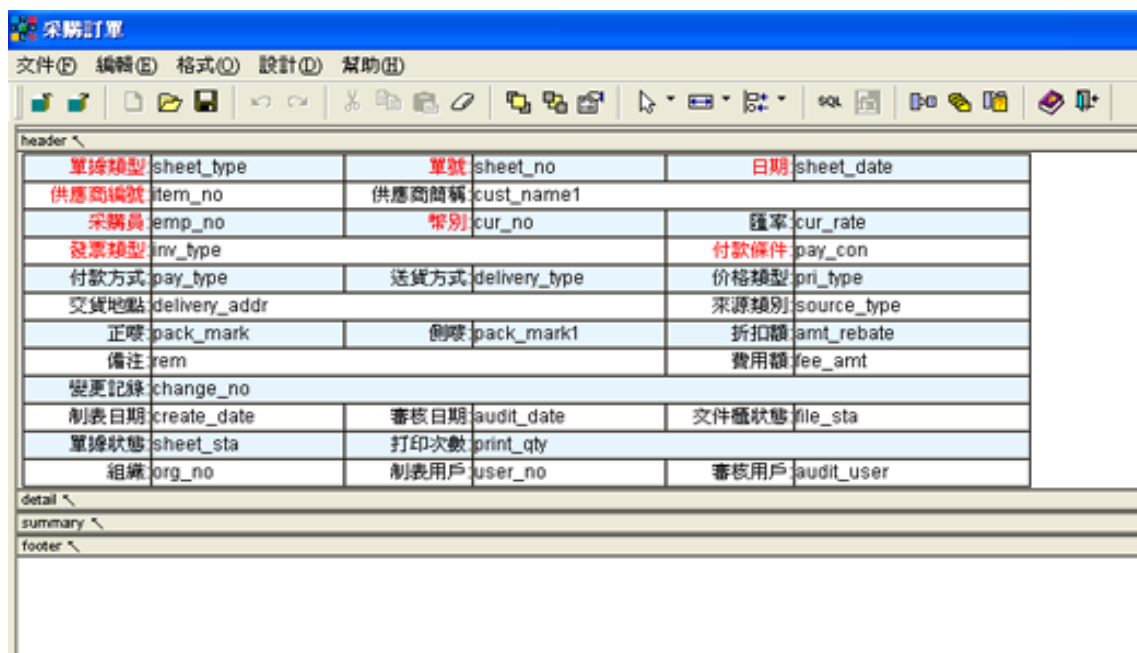
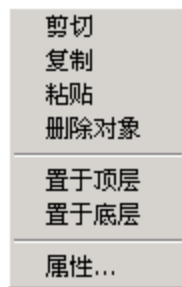
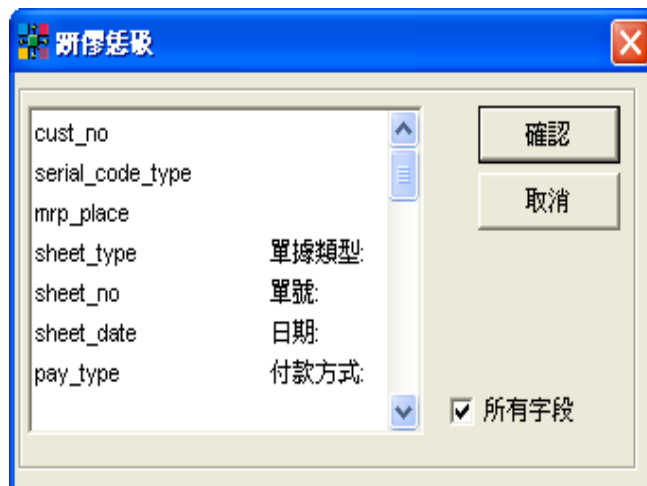

图 60
图 61
图 64
步骤一：开启采购订单录入文件柜并切换到编辑窗口，将光标停留在右上窗口中任意栏位上，再点击菜单项“文件/二次开发”或按 F12，进入数据窗口二次开发窗口（见图 60）
在图 60 中选中“正唛、侧唛”两栏位及其文本字段后，可通过点击菜单项“编辑/删除对象”、点击 Delete 键、点右键在弹出菜单（见图 61）中点击“删除对象”三种方式将“正麦、侧麦”两栏位及其文本字段删除
在图 60 中选中“币别”栏位，可通过点击菜单项“格式/属性”、同时按 Ctrl 键和 P 键、点击图标“”、点右键在弹出菜单（见图 61）点击“属性”四种方式将其属性窗口（见图 62）打开，在图 62 中找到“字体”标签页，将其背景颜色设为红色
1. 在图 60 中点击菜单项“设计/数据源”、点击图标“”两种方式打开编辑向导窗口（见图 63），在 SQL 语句中增加相应字段（例：select 后增加 obas\_cust.mrp\_place，from 后增加 obas\_cust，where 后增加相应连接 opur\_pur1.cust\_no = obas\_cust.cust\_no，如果已存在则不需增加）后，点击“确认”返回至图 60 中
2. 点击菜单栏“设计/插入控件”中的“字段”或点击图标“”中的“”，再在图 60 的空白处点击，弹出字段选项窗口（见图 64），在图 64 中选择“mrp\_place”后点击“确认”后返回图 60 中。注意：图 64 中默认显示的字段是 select 语句中有选择但界面上未显示出来的字段；点击“所有字段”（打“√”）则会显示 select 语句中的所有字段
3. 在图 60 中会显示出“mrp\_place”的字段，调整其位置和属性（参考方式一的步骤三）
步骤五：点击菜单项“文件/保存”将已修改完成的数据窗口（见图 65）保存后，在图 60 空白处点右键，在弹出属性窗口（见图 66）中将“默认报表”打“√”后关闭属性窗口，再关闭图 60 返回到“采购订单录入”文件柜中，重新开启文件柜后就能看见刚才修改好的界面了（增加了“MRP 场所”栏位、“正麦、侧麦”两栏位不见，币别栏位背景色为红色）
#### 栏位说明（图 60）